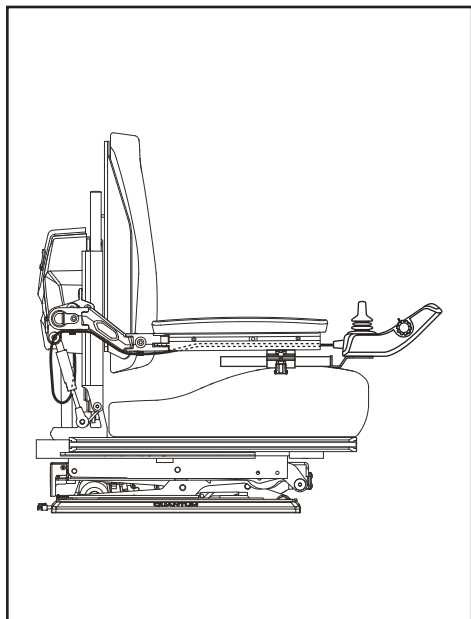

Figure 7. Câble sécurisé sur un TRU-Balance® 3
4. Installez le contrôleur et passez le câble vers l'arrière de la base motorisée. **Voir la figure 7 ou 8.**